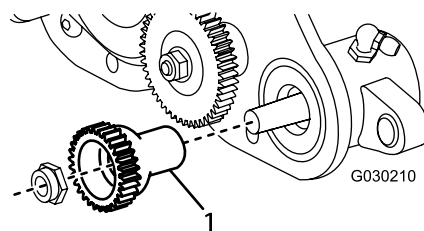

図 11
7. 受動ギアのシール面に 図 11 のようにグリスを塗る。